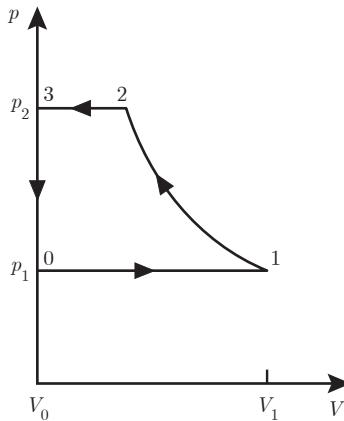

Fig. 7.1 Diagramme (p, V) du cycle de freinage.
- 1) Le diagramme (p, V) est constitué d'une détente isobare $0 \rightarrow 1$, d'une compression adiabatique $1 \rightarrow 2$, d'une contraction isobare $2 \rightarrow 3$, et d'une détente isochore $3 \rightarrow 0$ (fig. 7.1).